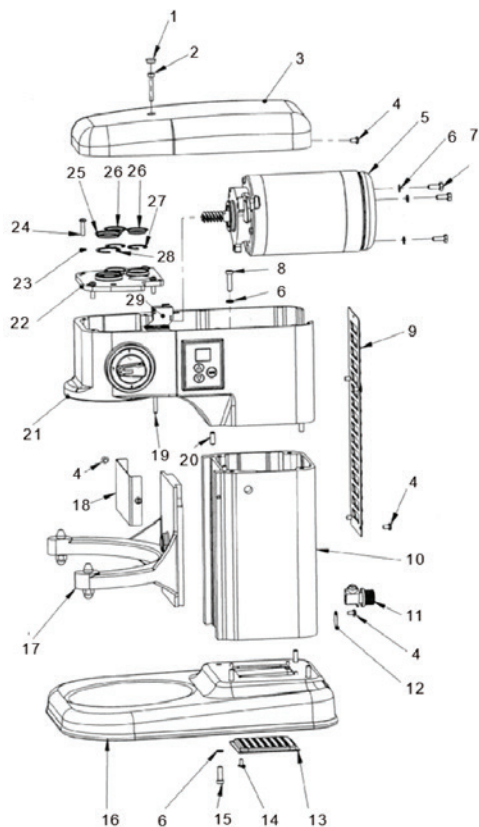

Figura 1: Corpul principal al mașinii
- Corpul principal al mașinii (Figura 1);
Lista pieselor mașinii din Figura 1